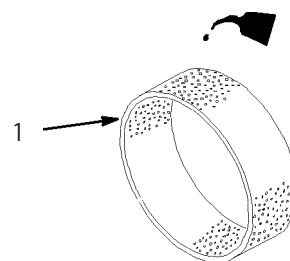

図32
4. 乾いたら新しいエンジン・オイルを30~60 cc含ませる(図32)。